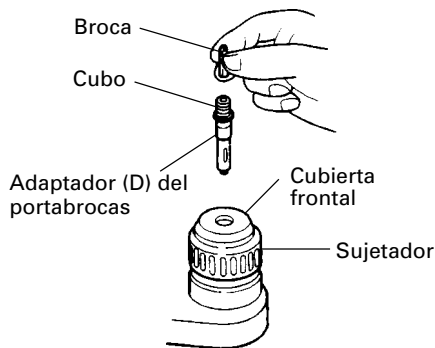

Fig. 10
4. Cuando coloque tornillos para metal (Fig. 10)
- No intente emplear la perforadora de percusión en la función de rotación y golpeteo con el adaptador de portabroca (D) y la broca instalados.
5. Atornillando tornillos para madera (Fig. 10)